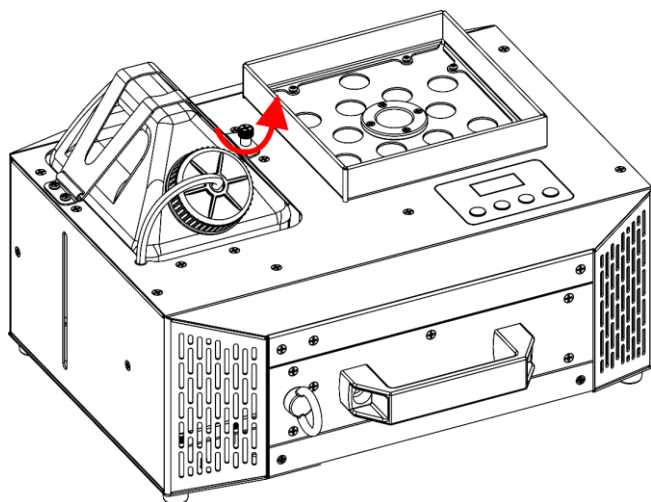

Fig. 28
- 02) Dévissez la **vis de sécurité du support du réservoir (04)**, comme indiqué sur la Fig. 28.